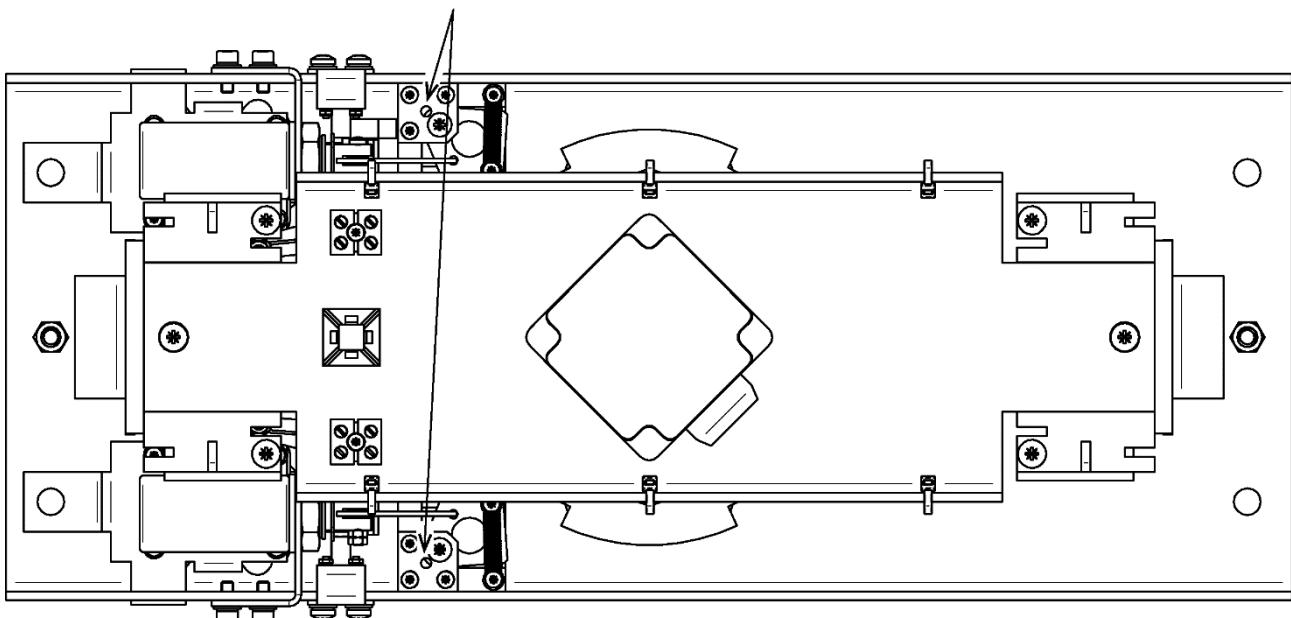

Рисунок 22. Вид сверху на исполнительный механизм, установленный в балке привода (8), с указанием мест смазки
- Снимите крышку (9) с балки привода (8) (см. разд. 5.2).
6. Смажьте жидким машинным маслом типа И-20 детали исполнительного механизма в соответствии с рис. 22 (допускаются аэрозольные силиконовые смазки для низких температур).